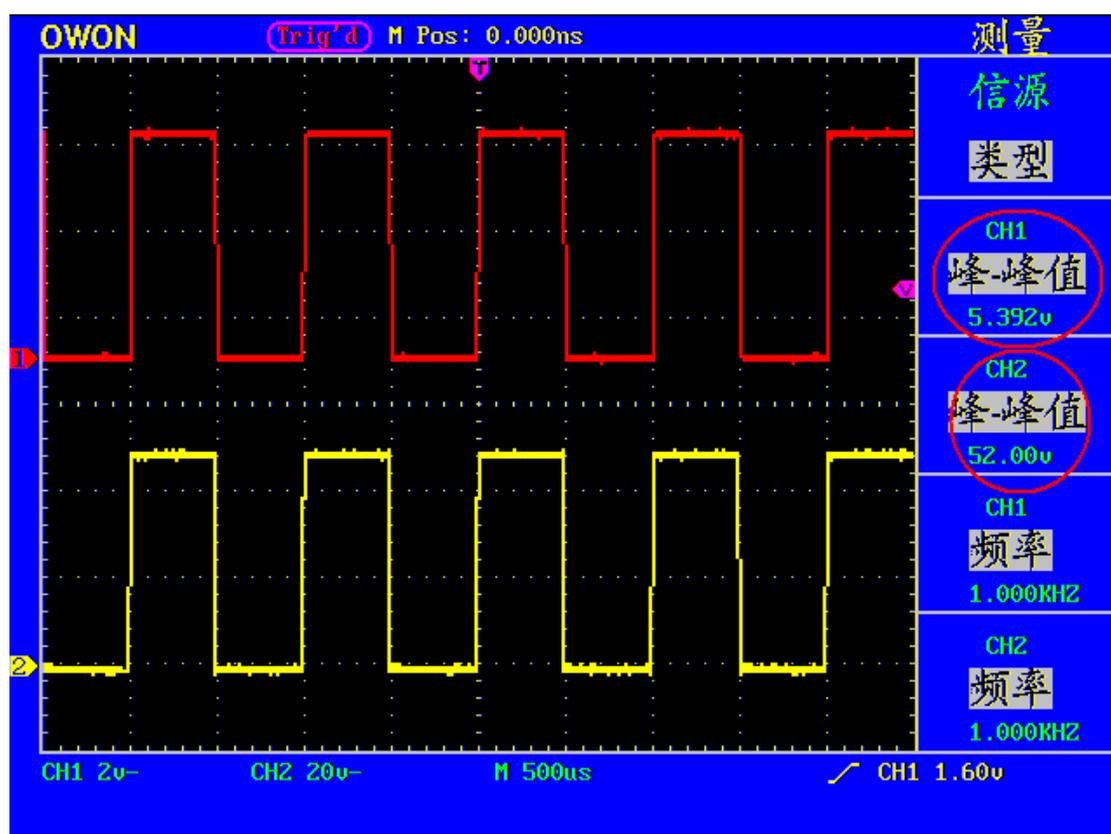

图 54： 增益测量波形
10、从显示菜单中读出通道1和通道2的峰-峰值。见图 54。